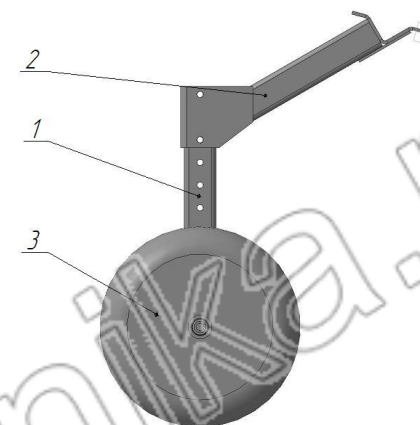

Рис. 5 Колесо опорное.
4.4. Опорное колесо (рис.5) предназначено для регулировки глубины обработки почвы. Опорное колесо состоит из кронштейна колеса 1, кронштейна крепления к раме 2 и колеса 3 (5x10).
- путем смещения отверстий кронштейна колеса (рис.5) относительно отверстий кронштейна крепления к раме приподнять опорные колеса и подложить под них брусок толщиной 15-20 см;